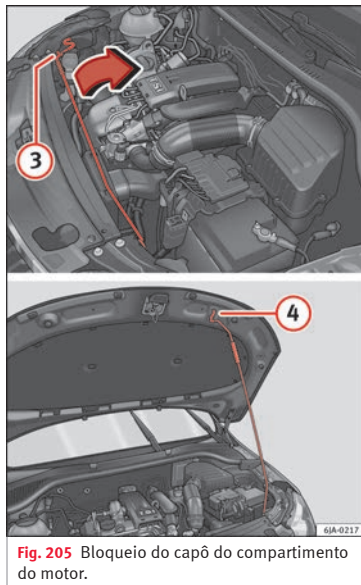

Fig. 205 Bloqueio do capô do compartimento do motor.
- Tire a vareta de apoio ③ » Fig. 205 do seu suporte na direção da seta, e bloqueie o capô levantado, de modo a encaixar a extremidade da vareta na abertura que se encontra no capô ④.